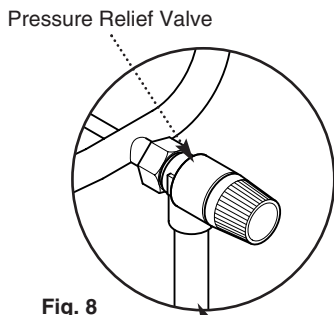

Fig. 8
6.7 Pressure Relief Valve (Fig. 8)